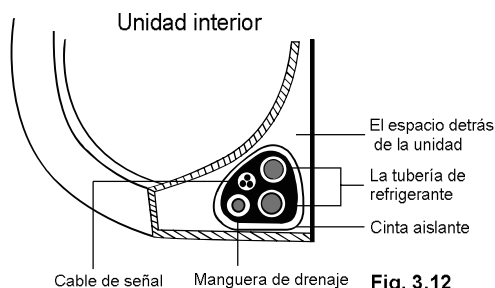

Fig. 3.12
1. Agrupar el tubo de drenaje, cable de señal tuberías de refrigerante según Fig. 3.12.
3. Use cinta aislante para envolver el cable de señal, tubos de refrigerante y drenaje firmemente y juntos. Comprobar que los elementos se agrupan según la Fig. 3.12.